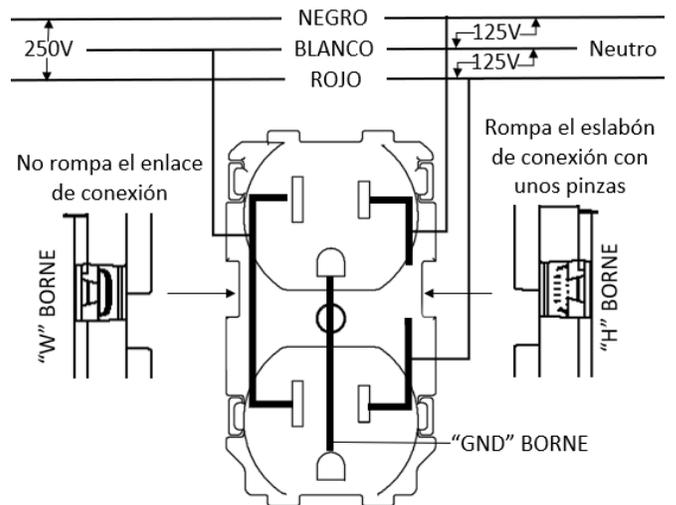

Fig. 6
- Para aplicaciones de circuito dividido, rompa la pestaña "H" (Vivo o Línea). Consulte Fig 6.